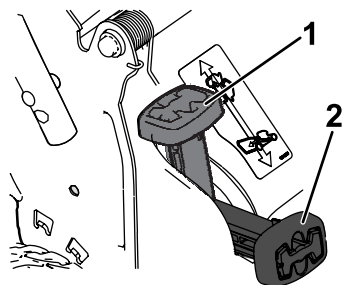

Figura 15
- **Per insaccare erba e sfalcio**, premete il pulsante sulla leva Bag-on-demand e spostatela in avanti fino a quando il pulsante sulla leva non si solleva di scatto (Figura 15).
Nota: Prima di scaricare posteriormente lo sfalcio, togliete il cesto di raccolta dal tosaerba, se montato; fate riferimento a Rimozione del cesto di raccolta \(pagina 15\). La leva di comando del cesto deve essere in modalità di RACCOLTA come illustrato nella Figura 15.